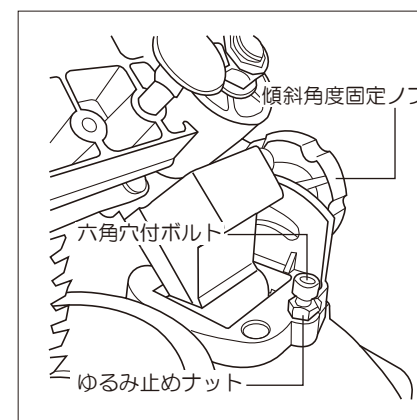

図13
- ①アーム後部の傾斜角度固定ノブをゆるめて、本機を左方向に傾けてください。(図13参照)
- ②アームブラケット右側の直角位置調整六角穴付ボルトのゆるみ止めナットをゆるめます。(図13参照)